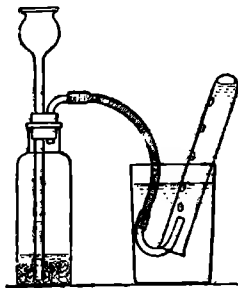

Рис. 34. Прибор для получения водорода.
■ **Опыт 2.** В прибор, как на рис. 34 или подобный, положите кусочки цинка, сколько показано на рисунке.